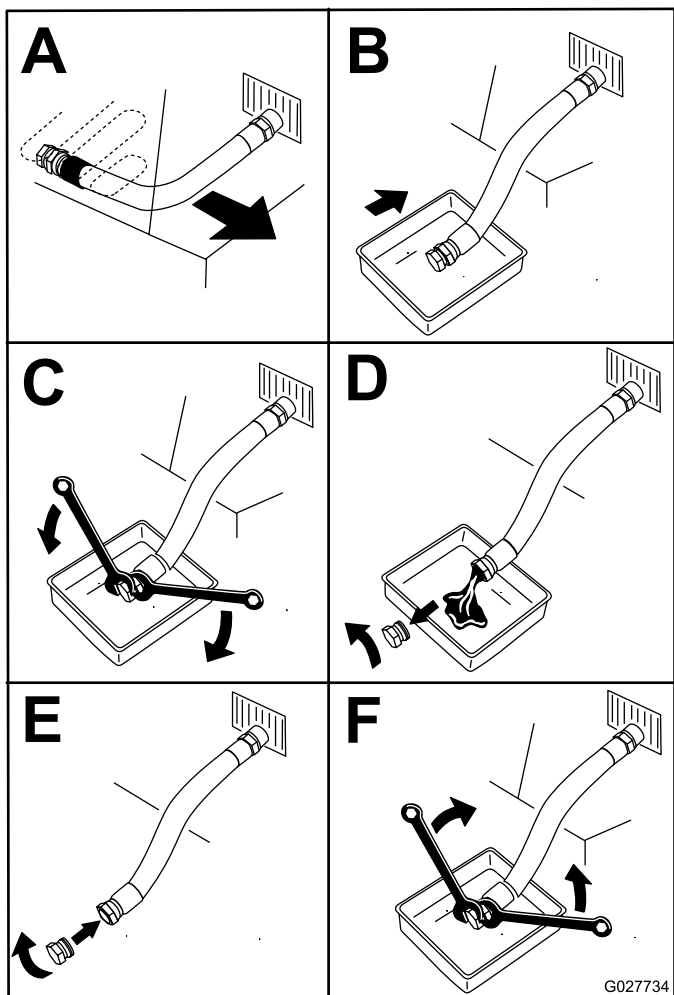

Figure 46
5. Vidangez l'huile moteur (Figure 46).